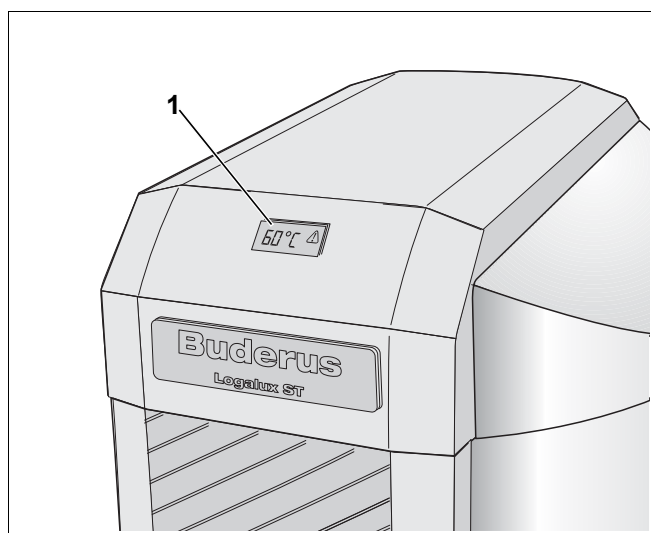

Рис. 12 Регулирование инертного анода IMP
- При пуске в эксплуатацию следует проверить, что дисплей (рис. 12, поз. 1) показывает температуру горячей воды. Это свидетельствует о наличии защиты от коррозии.